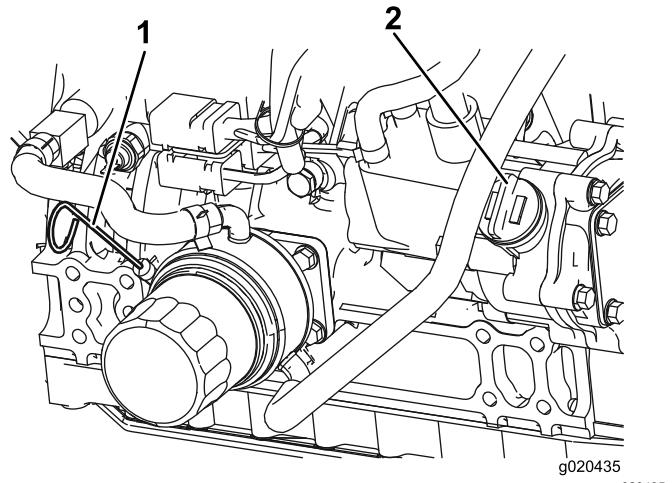

Figura 59
3. Togliete l'asta di livello, pulitela strofinandola, rimettetela nel tubo ed estraetela di nuovo. Il livello dell'olio deve essere tra la tacca "Full" (pieno) e quella "Add" (aggiunta) (Figura 59).
- Se il livello dell'olio è basso, rimuovete il tappo di riempimento (Figura 59) e aggiungete olio fino a quando il livello non è compreso tra la tacca "Full" (pieno) e quella "Add" (aggiunta). **Non riempite troppo..**